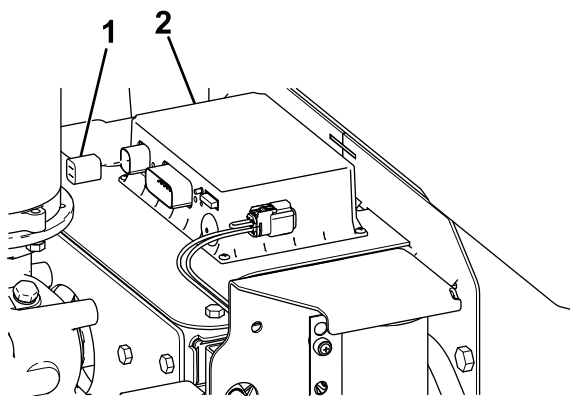

**Figura 27**
- Sujete la bomba al soporte de la bomba usando 4 pernos (N° 10 x 1/4"), arandelas y tuercas de nylon (Figura 27).